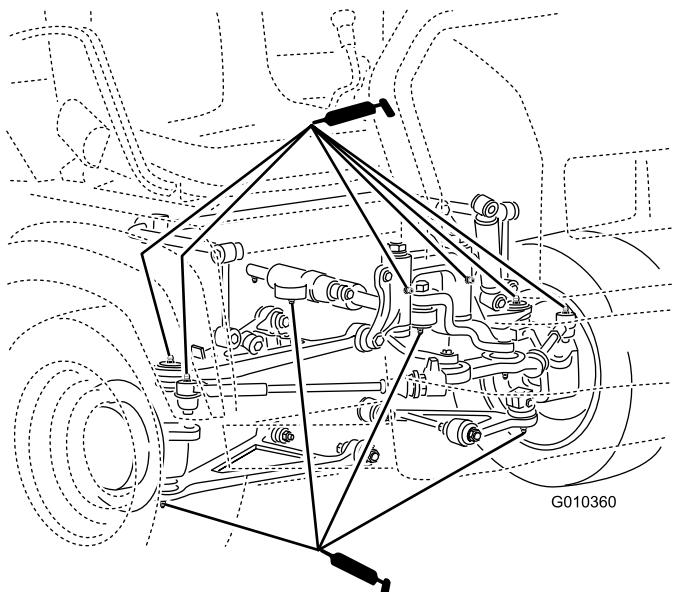

Figura 26
- **Articulaciones esféricas (4);** consulte Figura 26
- **Tirantes (2);** consulte Figura 26
- **Soportes de giro(2);** consulte Figura 26
- **Cilindro de dirección (2);** consulte Figura 26